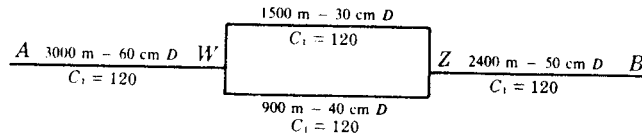

Fig. 8-4
11. Para el sistema mostrado en la Fig. 8-4, (a) ¿cuál es el caudal si la caída de la línea de alturas piezométricas entre A y B es de 60 cm? (b) ¿Qué longitud de una tubería de 50 cm ($C_1 = 120$) es equivalente al sistema AB ?